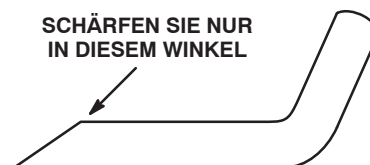

Bild 65
3. Untersuchen Sie die Schnittkanten aller Messer. Schärfen Sie die stumpfe oder gekerbte Schnittkanten. Schärfen Sie nur die Oberseite der Schnittkante, sodass Sie den Originalschnittwinkel beibehalten und so die Schärfe der Messer gewährleisten (Bild 65). Das Schnittmesser bleibt ausgewuchtet, wenn Sie von beiden Schnittkanten die gleiche Materialmenge abnehmen.